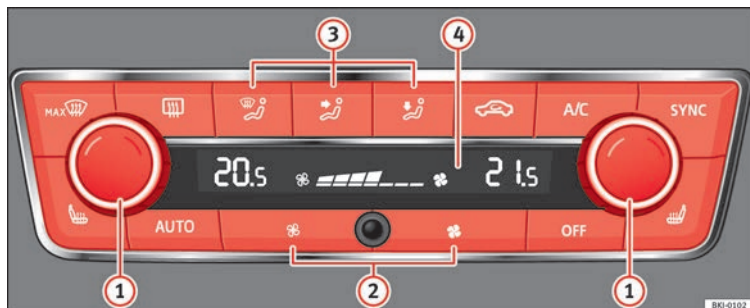

Fig. 174 Climatronic: elementos de manejo.
- Ajuste la potencia del ventilador a cero » fig. 174 ② o presione la tecla OFF.
- Pulse la tecla AUTO » fig. 174.
- Al conectar el encendido puede utilizar el mando **1** » » fig. 174 para ajustar la temperatura interior deseada.
- Pulse la tecla **MAX** » » fig. 174.